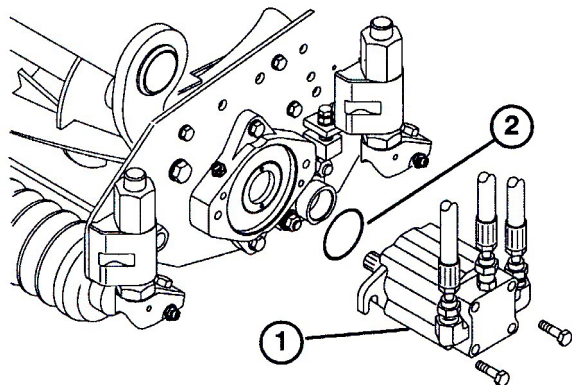

図 10
14. リールモータを各カuttingユニットに装着し、付属のキャップスクリュー2本で固定する(図10)。